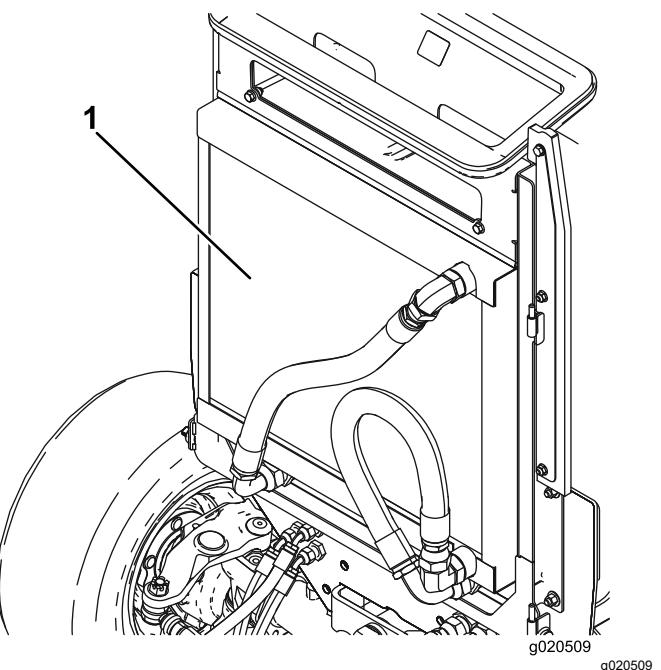

Figure 100
6. Nettoyez soigneusement les deux côtés du radiateur/refroidisseur d'huile (Figure 100) à l'air comprimé. Commencez par l'avant et soufflez les débris vers l'arrière. Nettoyez ensuite en soufflant de l'arrière vers l'avant. Répétez la procédure plusieurs fois jusqu'à ce qu'il ne reste plus aucun débris